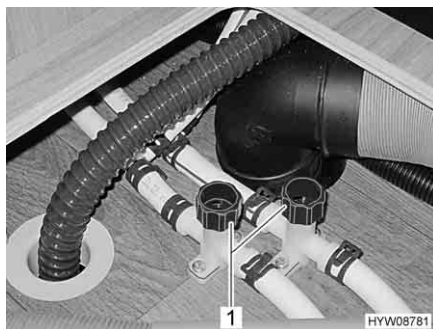
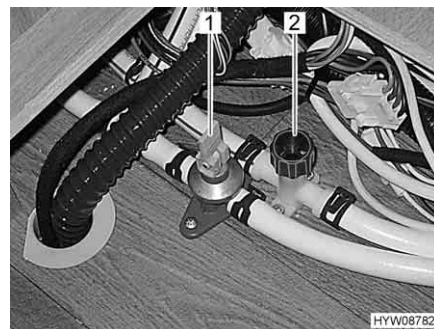

Fig. 146 Rubinetti di scarico scaldacqua
Fig. 147 Riscaldamento boiler Alde
- Chiudere tutti i rubinetti di scarico. A tal fine ruotare i coperchi (Fig. 146,1 o Fig. 147,2) in senso orario oppure posizionare la leva a bilanciere (Fig. 147,1) in posizione orizzontale.